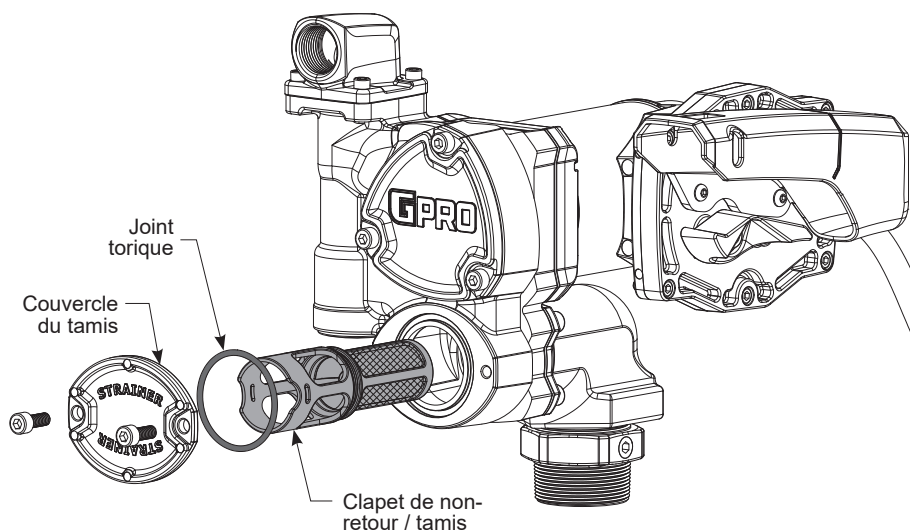

Figure 1
1. Arrêtez la pompe et débranchez-la de l'alimentation. À l'aide d'une clé hexagonale de 6mm, enlevez le couvercle du tamis, le joint torique et l'assemblage du clapet de non-retour / tamis et examiner pour des dommages ou des obstructions (voir figure 1). Nettoyez le tamis avec une brosse à poils doux et du solvant. Si le tamis est très sale, de l'air comprimé peut être utilisé. S'il est endommagé, remplacez l'assemblage du clapet de non-retour / tamis.